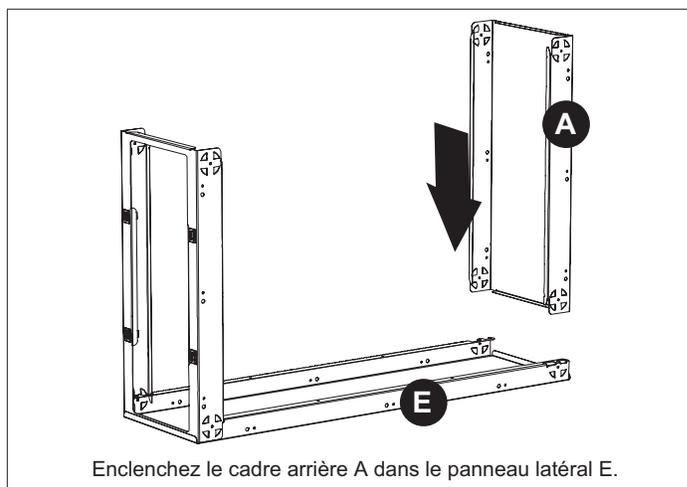

Figure 4. Assembler le cadre arrière (A) dans le panneau latéral (E)
3. Alignez et insérez le cadre arrière A dans le panneau latéral E (voir Figure 4 à la page 3).